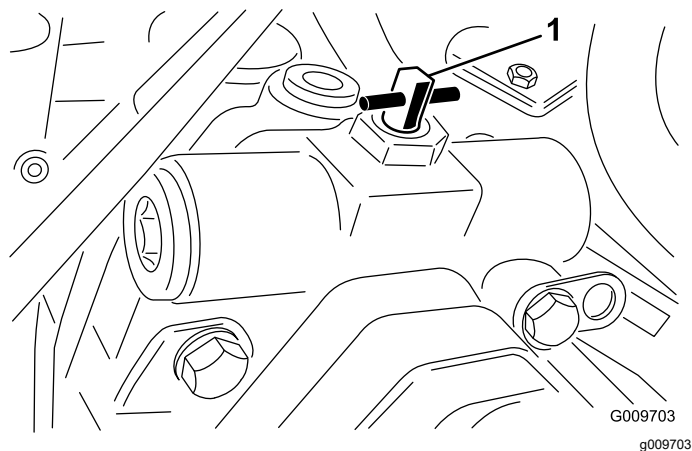

Рисунок 77
3. Поверните перепускной клапан на 90° ($\frac{1}{4}$ оборота) в любом направлении, чтобы открыть его и обеспечить внутренний перепуск масла (**Рисунок 77**).
2. Поверните перепускной клапан на 90° ($\frac{1}{4}$ оборота) в любом направлении, чтобы открыть его и обеспечить внутренний перепуск масла (**Рисунок 77**).